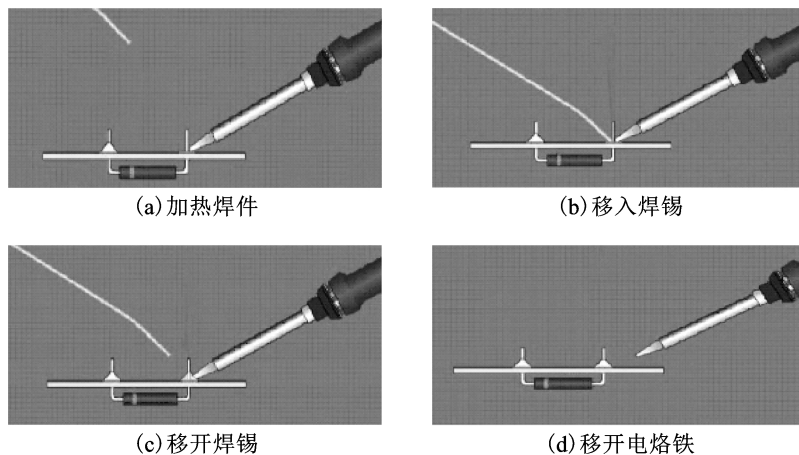

图 1-2-12 手工焊接方法
(2)加热被焊件。将烙铁头放在焊点上,烙铁头同时接触焊盘与元器件管脚并尽可能增大接触面积。如图1-2-12(a)所示。
(3)熔化焊料。将焊锡丝放到被焊件上同时接触烙铁头,使焊锡丝熔化并充分润湿焊点。如图1-2-12(b)所示。
(4)移开焊锡丝。焊锡丝熔化并充分润湿焊点后迅速移开焊锡丝。如图1-2-12(c)所示。
(5)移开电烙铁。移开焊锡丝后,再将电烙铁以斜向上45°移开。对于电路板上的一般焊点,焊接过程不应超过5 s,以3 s为宜。如图1-2-12(d)所示。